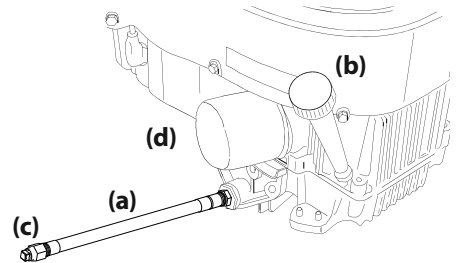

Figura 32
3. Mientras sostiene el extremo libre de la manguera de drenaje de aceite sobre el recipiente de recolección de aceite, desenrosque el tapón con cabeza cuadrada de la manguera (c) del extremo de la manguera de drenaje de aceite. Consulte la Figura 32. Drene el aceite del motor dentro del recipiente recolector.